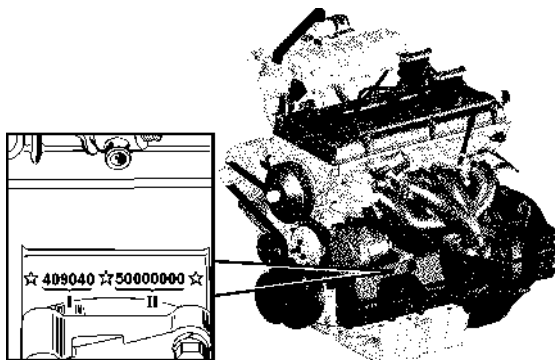

Рис. 1.4. Расположение идентификационного номера двигателя ЗМЗ-40904 (409\*):
**Идентификационный номер двигателя ЗМЗ-40904** выбит на площадке, расположенной с левой стороны блока цилиндров, над бобышками крепления передней опоры двигателя (рис. 1.4).